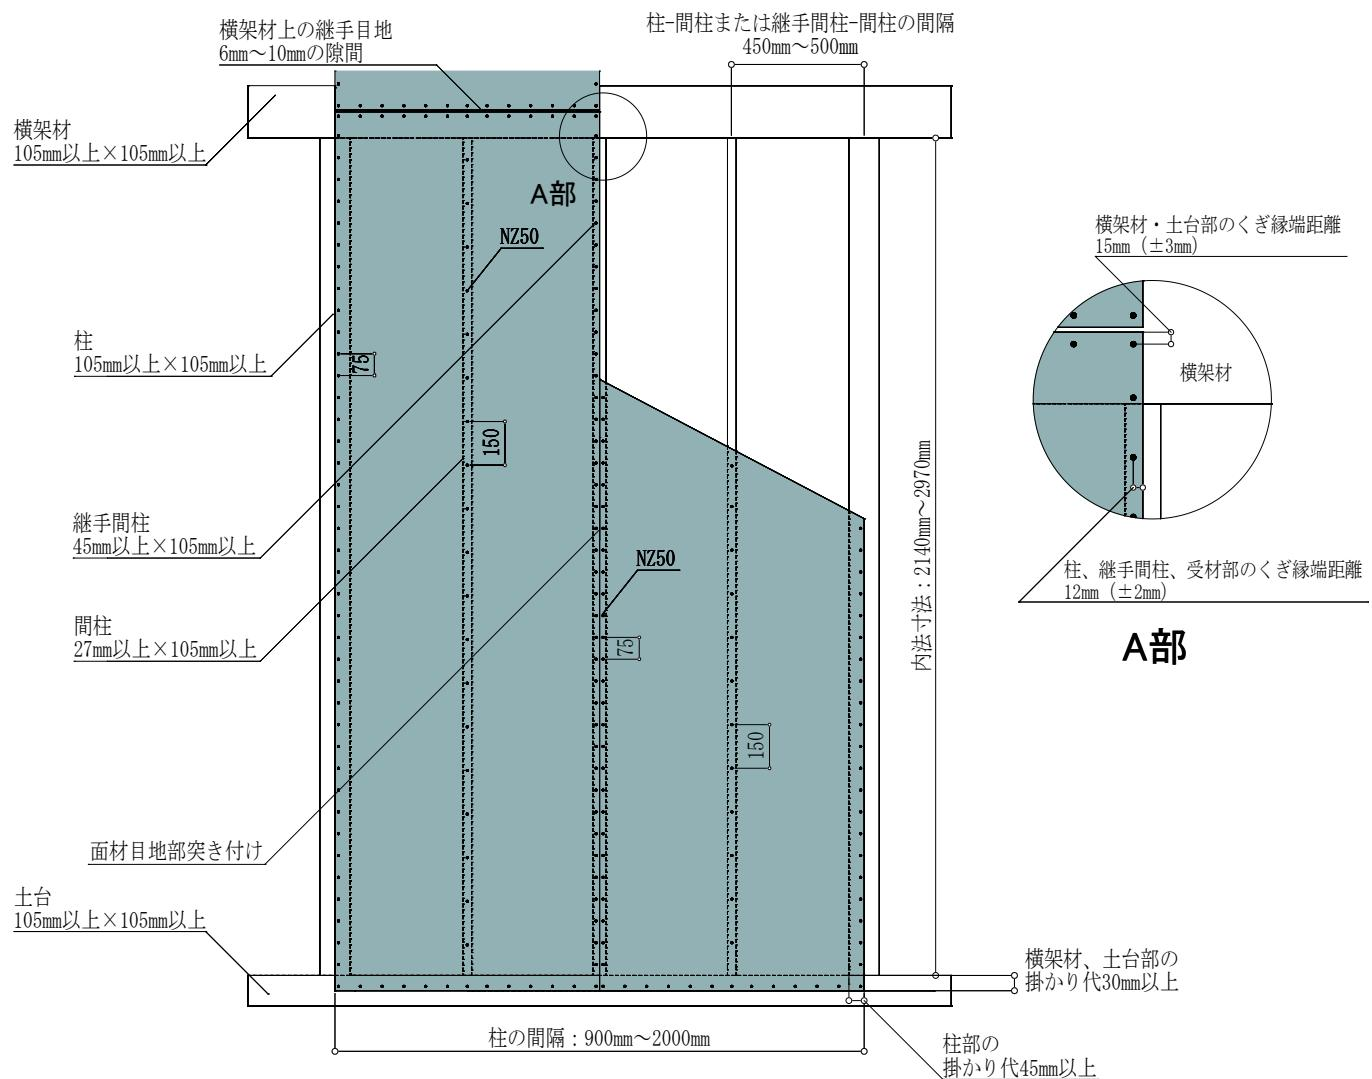

図6 標準仕様 (FRM-0678 : 2.7倍) 施工概略図 (2Pの場合)
施工においては、図6および注意事項に記載の内容を遵守してください。
- ・タイガーEX ハイパーは、原則1枚張りとします。縦継ぎ張りについては、P30「⑨縦継ぎ張りについて」をご確認ください。
- ・図6は2Pの施工例となっておりますが、1Pの場合も耐力壁とできます。